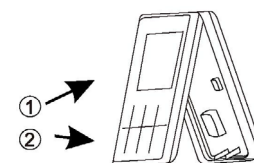

Fig.4
- 5 Depois de ligar o cabo de ligação ao controlador principal como mostrado na Fig. 4, instalar a parte principal do controlador de acordo com os passos seguintes: